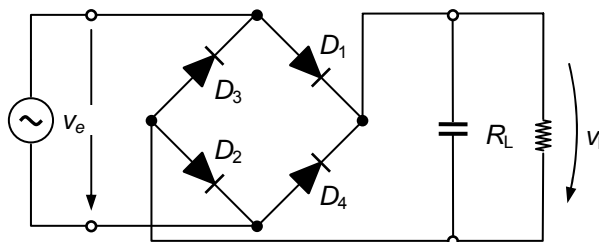

Figura 4.3
- Repita *b)* para o rectificador de onda completa da Figura 4.3.